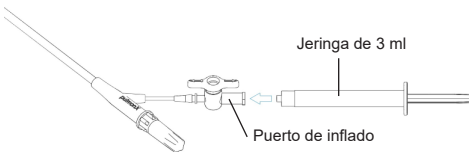

Figura 2: Conexión al puerto de inflado del balón
5. Conecte la jeringa de 3 ml al puerto de inflado del balón de la llave de paso unidireccional situada en el mango del catéter Chartis Precision XL. Observe la figura 2 siguiente.